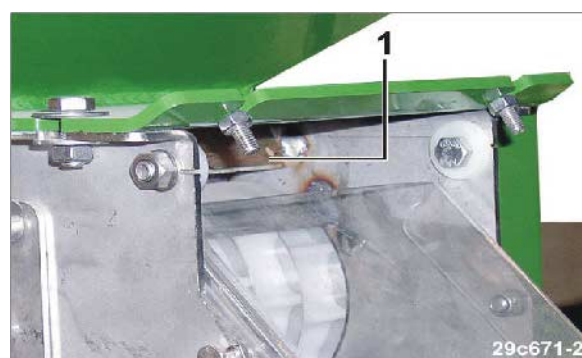

Рис. 98
2. Заслонку (Рис. 98/1) переместите до упора в дозаторе.